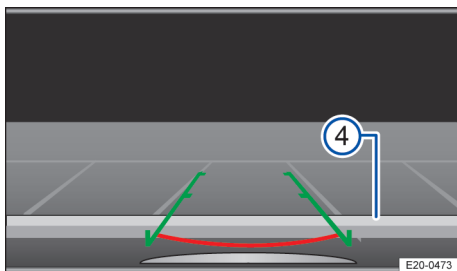

Fig. 121 Visualización en la pantalla del sistema de infotainment: centrar el vehículo en el hueco de aparcamiento.
4. Detenga el vehículo cuando la línea horizontal haya alcanzado la delimitación trasera → fig. 121 ④.